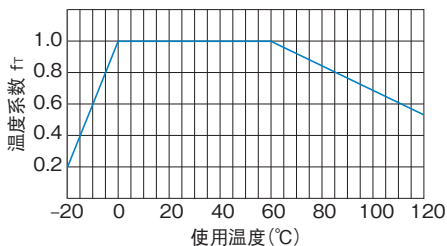

图2 温度系数
如果梯形丝杠的温度超过了常温范围, 梯形丝杠的耐焦化性和材料的强度将会下降。因此, 有必要将动态容许推力 (F) 乘以图2中显示的相应温度系数。
$f_t$  : 温度系数 (参照图2)